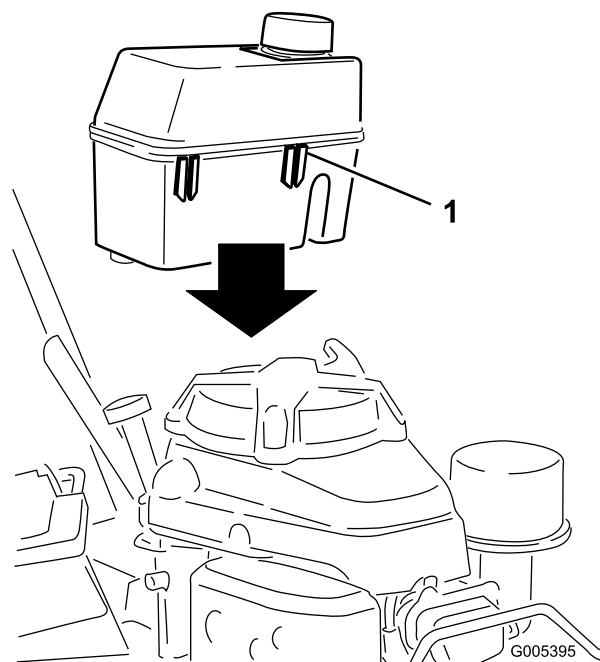

Figure 6
3. Glissez les clips en plastique situés à l'avant du réservoir sur le support du réservoir (Figure 6).